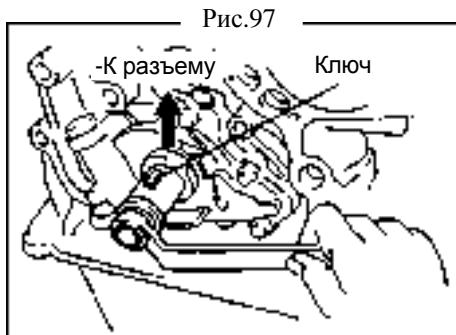

Рис.97
- (2) Используйте болты шкива для поворота коленвала ключом вверх (рис.97).